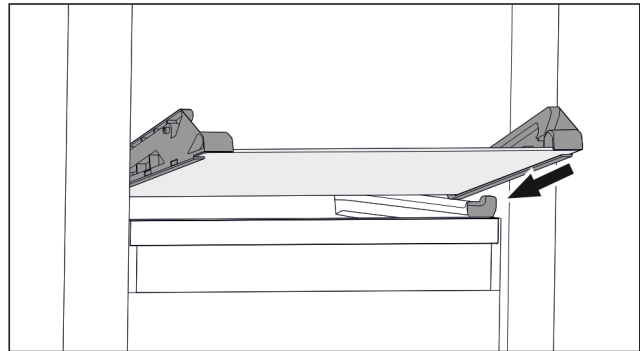

Fig. 71 Стекла́нная пластина откидного выдвижного ящика
- ▶ Наклоняя вниз, установите стеклянную пластину за стопоры. (см. Fig. 71)